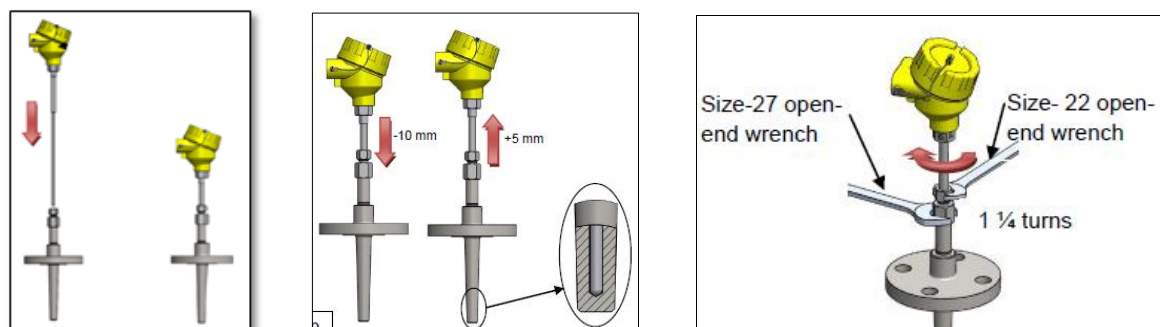

Figure 5 : Assemblage mécanique de la sonde de température
Le capteur de température Bumblebee est destiné à être utilisé avec un puits thermique, voir figure 5.
Étape 1. Fixez le connecteur de processus de l'extension inférieure au puits thermique à l'aide d'une clé à bout ouvert de 27 mm (Figure 5 gauche).
Étape 2. Insérez la jauge et l'extension supérieure par l'extension inférieure et à l'intérieur du puits thermique (Figure 5 gauche)
Étape 3. Une fois que l'extrémité de l'extension inférieure est en contact avec le fond du puits thermique, abaissez la tête de connexion d'environ 10 mm (afin de comprimer le ressort de l'élément de mesure). Marquer cette position (f) (figure 5 à gauche)
Étape 4. Soulevez la tête de liaison de 5 mm (pour conserver un effet de ressort suffisant pour s'assurer que l'élément de mesure est maintenu au fond du puits thermique et que les vibrations sont amorties) (Figure 5 au milieu)
Étape 6. Fixez l'extension inférieure sur l'extension supérieure à l'aide d'une clé à bout ouvert de 22 mm (Figure 5 à droite).